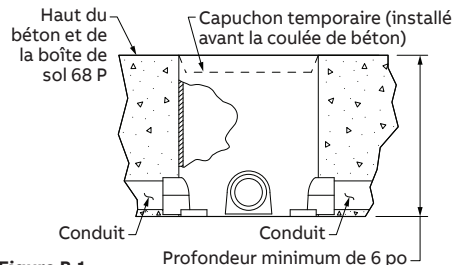

Figure B.1
1. Installez la boîte de sol dans le béton tel que montré à la figure B.1 en nivelant le haut de la boîte de sol avec la chape du béton.